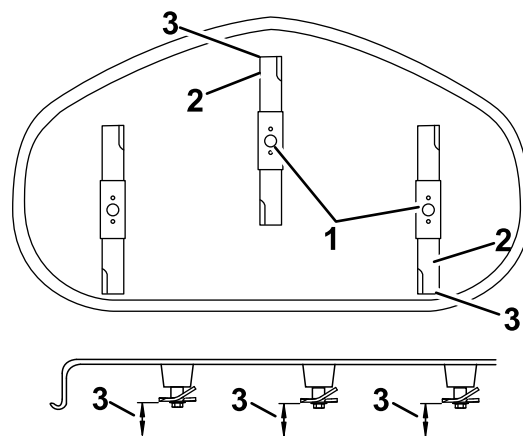

**Figuur 65**
4. Draai de messen voorzichtig rond, totdat ze in de lengterichting wijzen (Figuur 65).
5. Meet de afstand tussen de rand van het voorste mes en het horizontale oppervlak, en de afstand tussen de rand van het achterste mes en het horizontale oppervlak (Figuur 65 of Figuur 66).